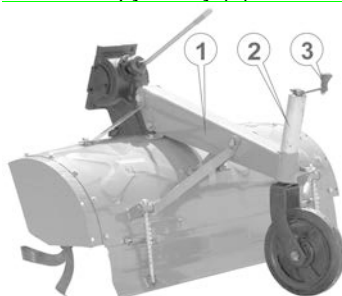

Рис. 4.9.
11. Снимите рукоятку (3) (см. рис. 4.9.) и вставьте колесо со стойкой (2) в отверстие стойки (1). Поставьте рукоятку (3) на место.